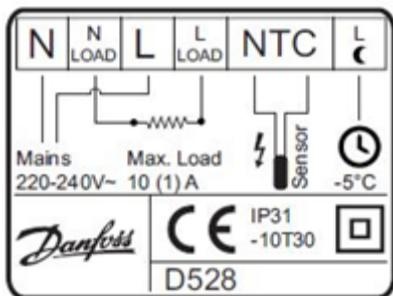

Рис. 5. Электрическая схема подключения терморегулятора.
4. Подключение терморегулятора производится согласно монтажной электрической схеме (Рис. 5). При подключении к регулятору питающего сетевого кабеля следует соблюдать фазировку.